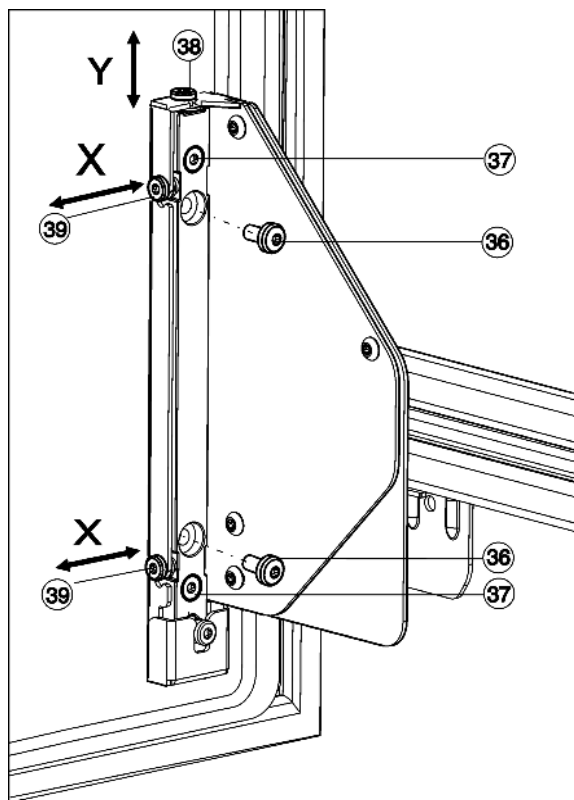

Fig. 26
- Schroeven Fig. 26 (36) volledig eruit schroeven.
- ▷ De schroeven Fig. 26 (36) opruimen, ze zijn niet langer nodig.
- Schroeven Fig. 26 (37) met 1 à 2 slagen alleen losdraaien.
- Stelschroef (38) draaien. Rechtsom: de deur beweegt maximaal 4 mm naar boven. Linksom: de deur beweegt maximaal 2 mm naar onderen.
- Alle schroeven Fig. 26 (37) weer vastdraaien.
- Als de schroeven Fig. 26 (36) nog aanwezig zijn, deze volledig eruit schroeven.
- Stelschroeven Fig. 26 (39) afhankelijk van de gewenste zijdelingse justeerrichting verstellen.
- Nadat de zijdelingse justering voltooid is, schroeven Fig. 26 (37) weer vastdraaien.